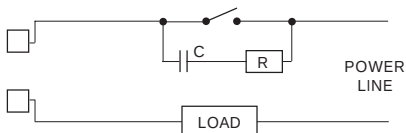

Fig. 6 CONTACT EXTERIEUR MONTE EN SERIE SUR LE CONTACT DE SORTIE DEL'INSTRUMENT
En de tels cas, nous recommandons de raccorder un filtre RC en parallèle avec le contact extérieur suivant les indications de la fig. 6. Les valeurs de la capacité (C) et de la résistance (R) sont indiquées au tableau suivant.